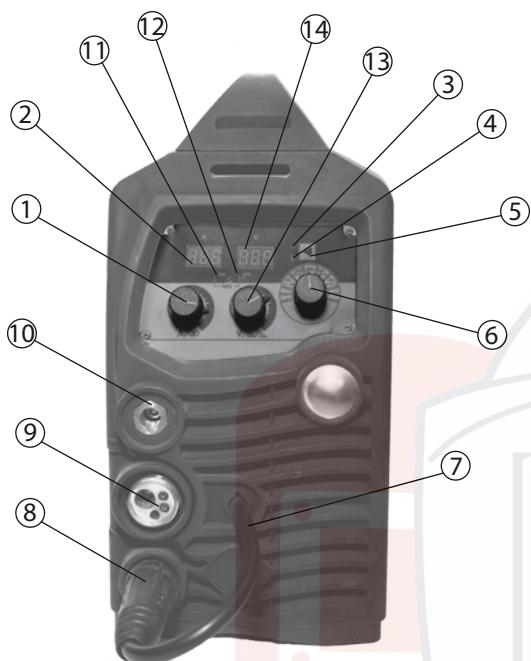
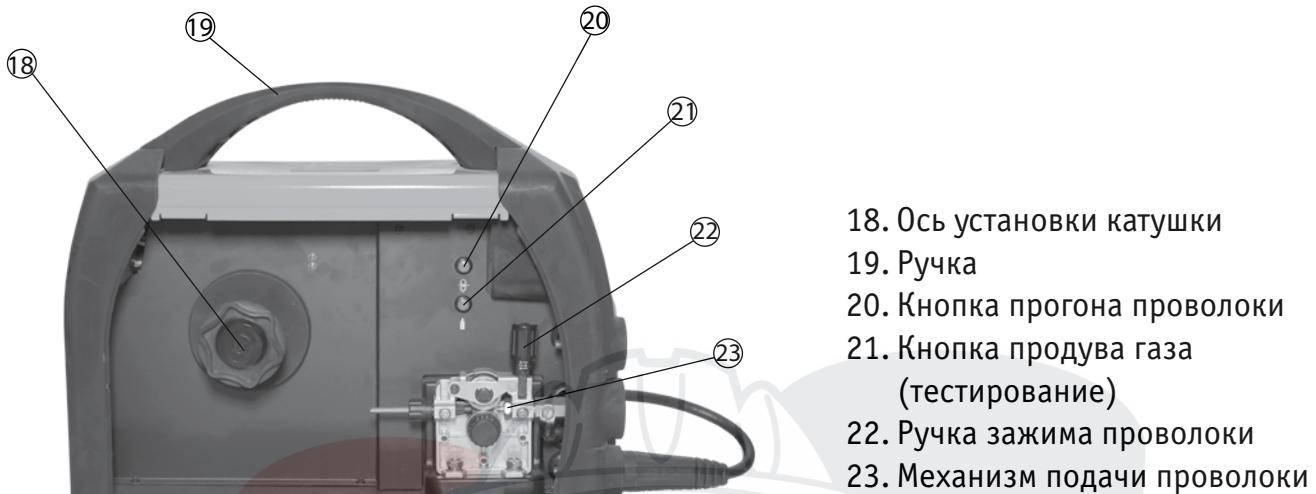

Рис. 1
Рис. 3
2. Вставьте сварочную горелку в «еворазъем» (**9, рис. 1**) на передней панели аппарата и прикрутите его. После установите катушку с проволокой (**18, рис. 3**). Установите ролики с теми канавками, которые соответствуют диаметру проволоки. Зафиксируйте проволоку с помощью ручки зажима проволоки (**22, рис. 3**) в подающем механизме (**23, рис. 3**). С помощью кнопки прогона проволоки (**20, рис. 3**) протяните проволоку внутрь горелки.
5. В зависимости от требуемой полярности вставьте кабельный наконечник ОКС в соответствующий разъем ОКС «-» или «+» на передней панели сварочного аппарата (**10 или 8, рис. 1**) и закрутите его по часовой стрелке.
6. Вставьте кабель полярности (**7, рис. 1**) в свободный (не подключенный кабелем клеммы заземления) разъем ОКС сварочного аппарата и закрутите его по часовой стрелке.
7. Произведите настройки процесса сварки на передней панели управления аппарата. Выберите настройки на MIG (**4, рис. 6**) или одну из синергетических настроек (**2, 3, 5 или 6, рис. 6**). С помощью регулятора (**1, рис. 1**) установите значение скорости подачи проволоки, отображаемое на цифровом дисплее (**2, рис. 1**). Регулятором (**13, Рис. 1**) выставьте рабочее напряжение дуги, отображаемое на цифровом дисплее (**14, рис. 1**).
2. Вставьте евроадаптер горелки в соответствующий разъем (**9, рис. 1**) и плотно зафиксируйте.
3. Вставьте обратный кабель в разъем ОКС, помеченный знаком «+» (**8, рис. 1**), закрутите его по часовой стрелке. Закрепите клемму заземления на заготовке.
5. Произведите настройки процесса сварки на передней панели управления аппарата. Выберите настройку TIG (**7, рис. 6**), установите требуемое значение тока с помощью регулятора (**1, рис. 1**), оно отображается на цифровом дисплее (**2, рис. 1**). Также настройте время падения тока с помощью регулятора (**13, рис. 1**), отображаемое на цифровом дисплее (**14, рис. 1**).
Установите необходимый режим сварки 2T (двухтактный) или 4T (четырехтактный) с помощью кнопки переключения режимов сварки (**5, рис. 1**).
При нажатии кнопки сварочной горелки дуга зажигается, а при ее отпускании – гаснет. Отображается индикатором (**3, рис. 1**).
При нажатии кнопки сварочной горелки дуга зажигается, аппарат продолжает работать после отпускания кнопки горелки. В процессе работы параметры сварки могут корректироваться с помощью регуляторов (1 и 13, рис. 1). При повторном нажатии кнопки на сварочной горелке аппарат переходит в состояние гашения дуги.
2. На передней панели имеется два разъема ОКС «+» и «-» (8 и 10, рис. 1). Для плотного закрепления прямого и обратного кабелей в разъемах необходимо вставить кабельный наконечник с соответствующим кабелем в панельный разъем до упора и повернуть его по часовой стрелке до упора. При неплотном подсоединении кабелей возможны повреждения как кабельного разъема, так и источника питания.
- прямая полярность – электрододержатель подсоединен к разъему «-» (10, рис. 1), а обратный кабель (заготовка) к «+» (8, рис. 1);
- обратная полярность – обратный кабель подсоединен к разъему «-» (10, рис. 1), а электрододержатель к «+» (8, рис. 1).
6. Выберите способ сварки MMA регулятором на передней панели аппарата (1, рис. 6). С помощью регулятора (1, рис. 1) установите значение тока, отображаемое на цифровом дисплее (2, рис. 1), а регулятором (13, рис. 1) установите значение тока форсажа дуги, отображаемое на цифровом дисплее (14, рис. 1).
7. Режим V.R.D (снижение холостого хода) устанавливается автоматически при включении способа MMA и отображается индикаторным светодиодом (12, рис. 1).